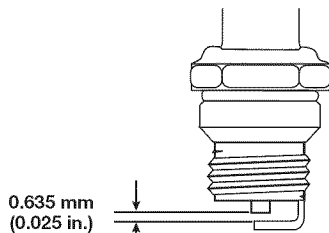

Fig. 45
4. Cambie las bujías que estén rajadas, sucias o deterioradas. Fije la separación de aire a **0.635 mm (0.025 pulg.)** utilizando un calibrador (Fig. 45).